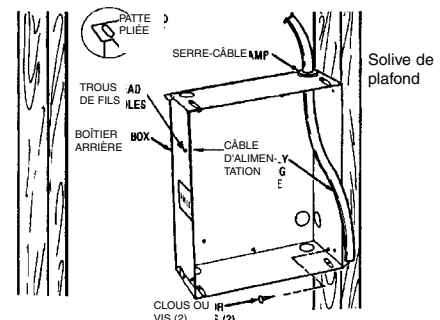

Figure 1
1. Déterminez quel côté du boîtier arrière doit être placé contre un poteau mural, et courbez les pattes aux angles arrière à 90° de façon à ce que le boîtier arrière soit d'équerre avec le poteau après l'installation (Voyez la Figure 1).
3. Positionnez le boîtier arrière contre le côté d'une solive de plafond avec des clous ou des vis comme c'est montré en Figure 1.
**REMARQUE :** Des avant-trous pour vis de tôle de #8 ont été fournis sur les côtés du boîtier arrière. Une fois que la finition de mur aura été posée, enfoncez une vis de tôle de #8 (M4) (de longueur recommandée de 1" ou 25 mm) au travers du côté du boîtier qui n'est pas fixé à la solive. Cela empêchera le boîtier arrière d'être extrait au moment de l'installation du radiateur (Voyez la Figure 1).